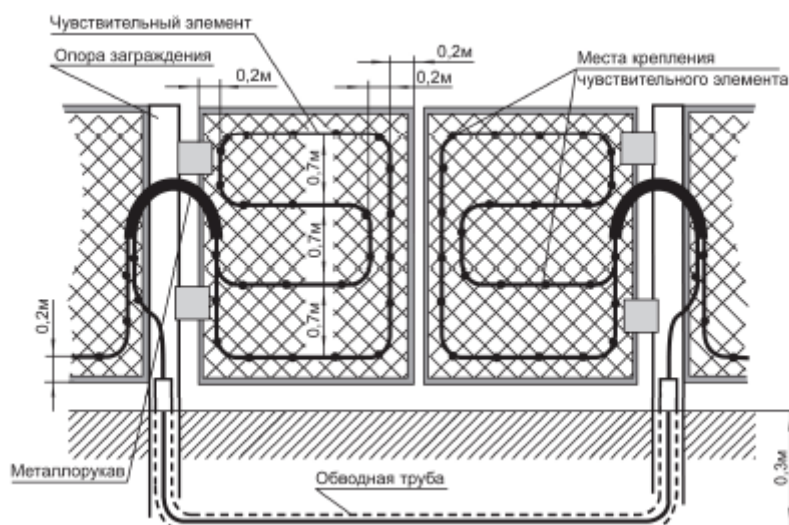

Рис. 8.5 – Охрана ворот (калитки)
- воротах, калитках и т.п. (см. Рис. 8.5).